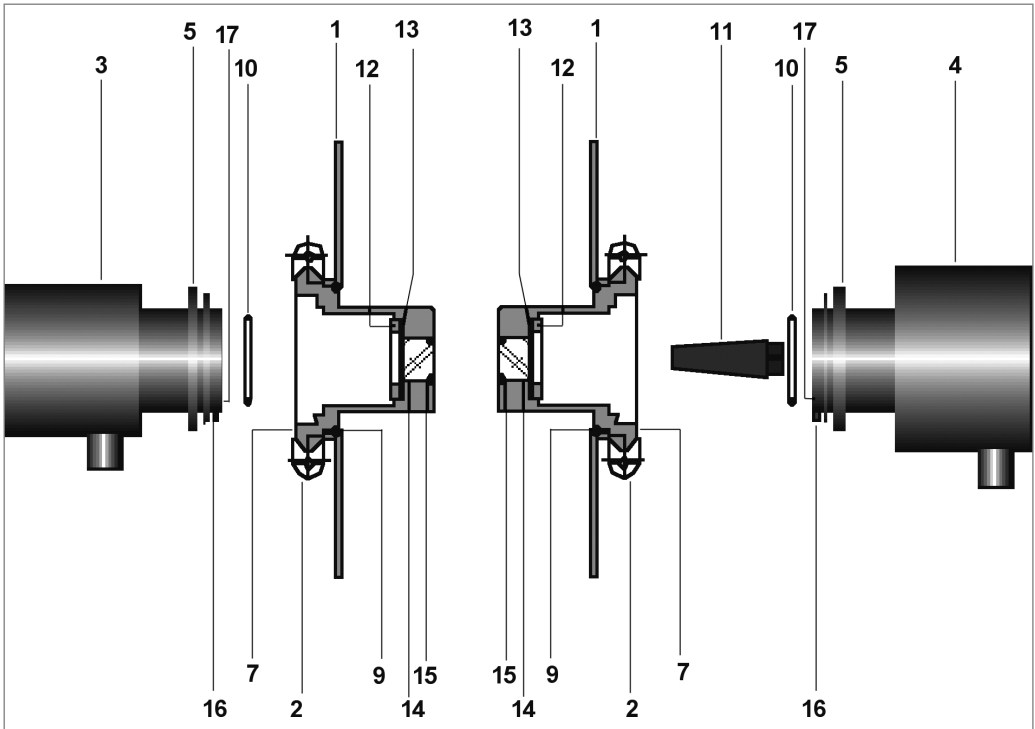

Abb. 2
OPL-Bits bzw. Fenster 68 mm in das VARINLINE®-Gehäuse einsetzen und mit den Klappringen mit Hilfe eines 10 mm-Gabelschlüssels befestigen. Darauf achten, dass die Aussparungen für die Fixierstifte (Abb. 2, Nr. 16) nach unten zeigen. So ist sichergestellt, dass die Kabelverschraubungen nach Anbau des InPro 8300 RAMS ebenfalls nach unten zeigen.
- Schutzkappen von der Optik des InPro 8300 RAMS entfernen (Abb. 2, Nr. 7).
- O-Ring $34,59 \times 2,62$ in die Nut (18) einlegen.
- Trockenmittelkapsel aus dem Röhrchen entnehmen und in die Aussparung (Abb. 2, Nr. 17) des Elektronikteils legen. Trockenmittelröhrchen sofort wieder verschließen!
- Elektronikteil (Abb. 2, Nr. 4) an den VARINLINE®- Adapter bzw. an das OPL-Bit ansetzen und mit dem Stirnlochschlüssel anschrauben.